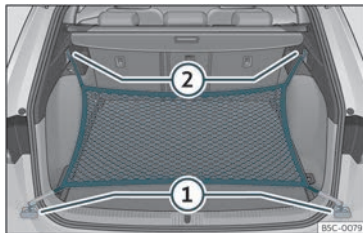

Fig. 117 Nel bagagliaio: occhielli (1) e ganci (2) per il fissaggio della borsa rete.
- Fissare i ganci corti della rete agli occhielli di ancoraggio»» fig. 117 (1)»» ⚠. La cerniera della tasca dev'essere rivolta verso l'alto.
- Fissare le cinghie nei ganci per appendere borse (2)